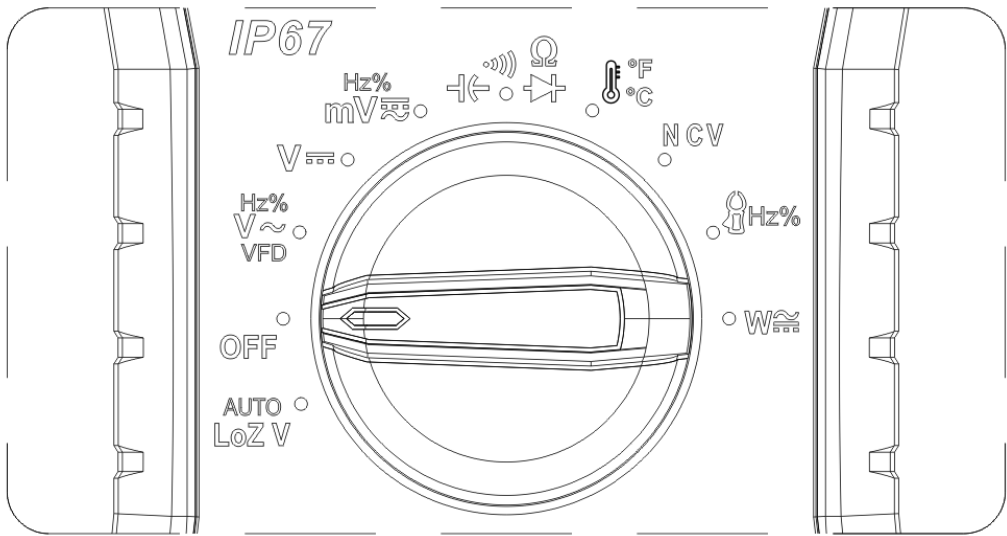

Рисунок 3
9. Поворотный переключатель (рисунок 3)